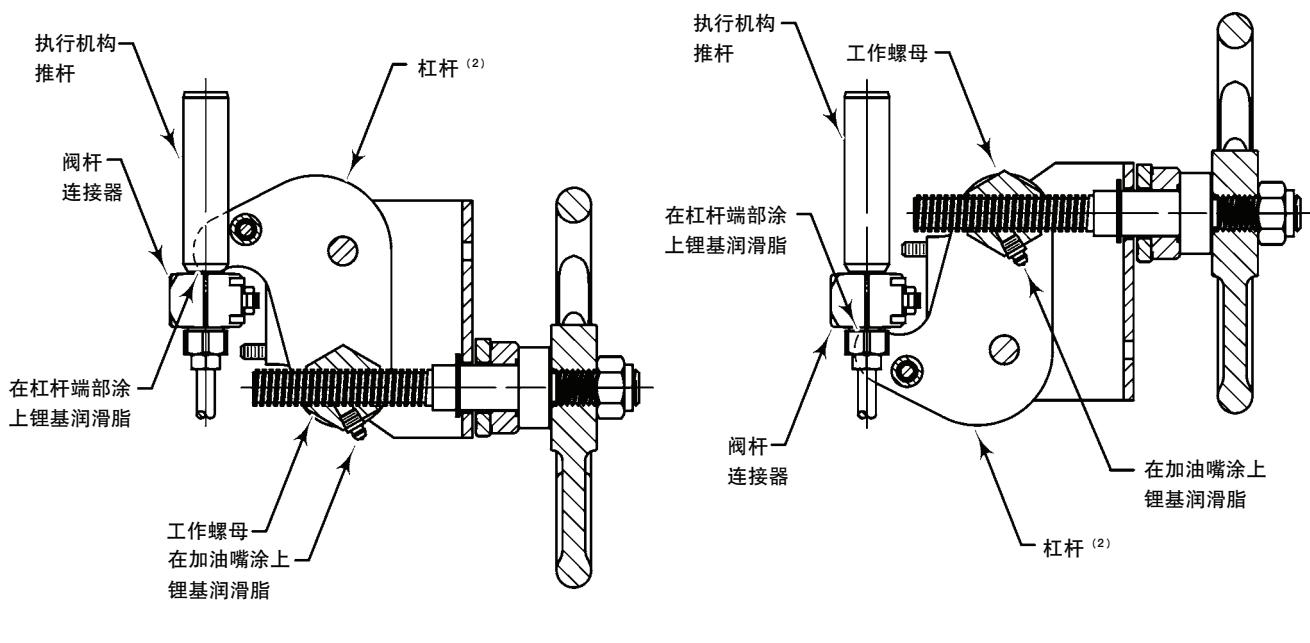

图6. GX 手轮方位和润滑脂加油嘴方位
- 注意杠杆相对于阀杆连接器的方位，不管是气关式（弹簧作用开启）结构还是气开式（弹簧作用关闭）结构，如图 6 所示。
- 在油脂添加口和杠杆末梢（与阀杆连接器接触的部分）涂上锂基润滑脂，如图 6 所示。